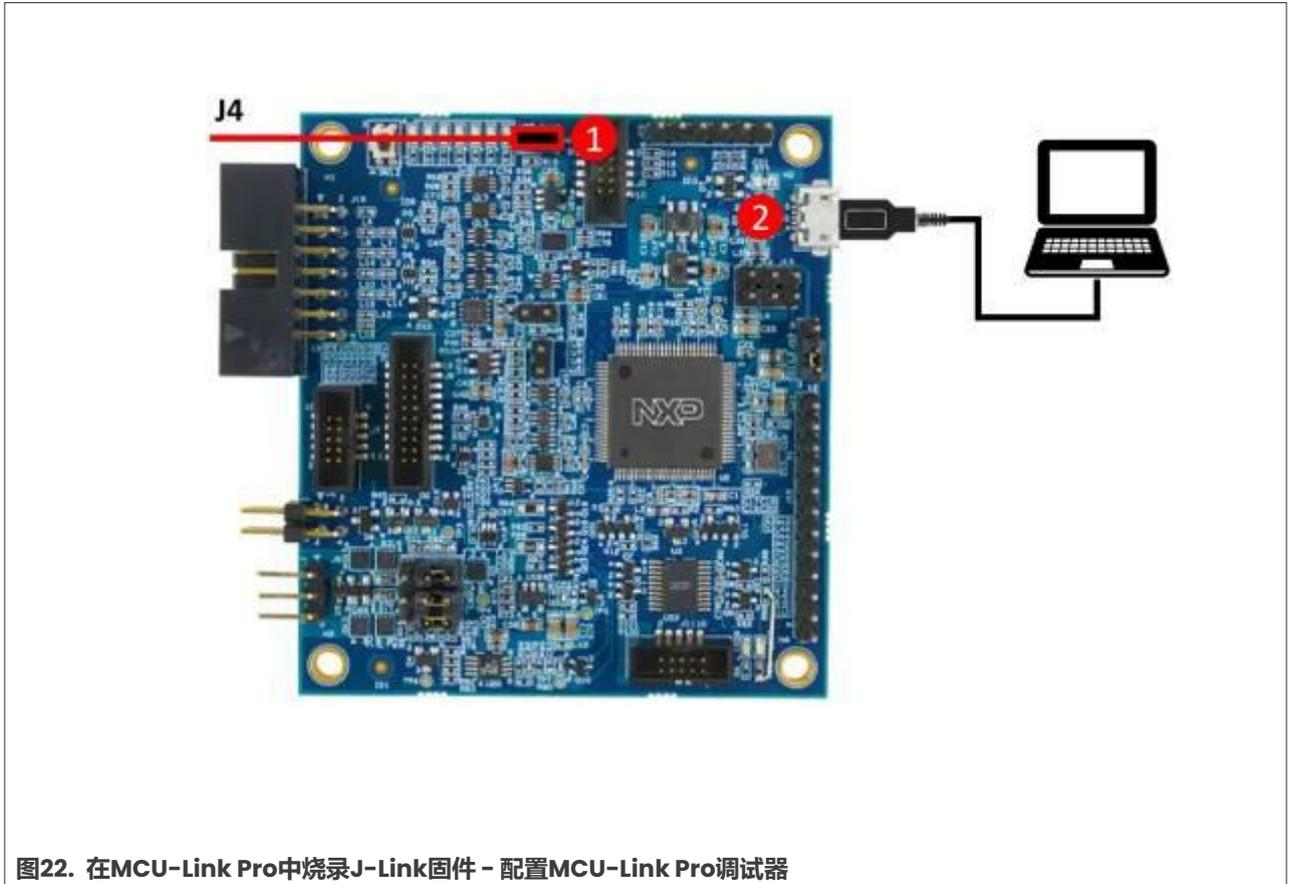

图22. 在MCU-Link Pro中烧录J-Link固件 - 配置MCU-Link Pro调试器
- 按以下步骤操作，配置MCU-Link Pro调试探头的跳线，以烧录J-Link固件。见图22：
- (1) 关闭MCU-Link Pro的J4跳线；
- (2) 通过微型USB连接器（J1）将MCU-Link Pro连接到电脑。